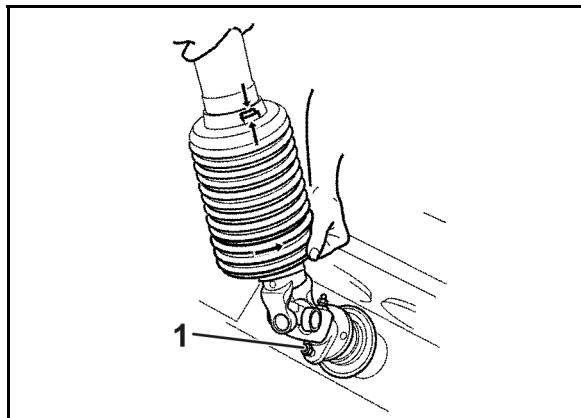

Рис. 89
1. Приведите защитный кожух карданного вала в монтажное положение (Рис. 89).
Входящие в комплект поставки без расфасовки **винты M8 x 30 A2-70** являются **запасными срезными винтами** (Рис. 89/1) для крепления насадной вилки карданного вала к фланцу первичного вала редуктора. Устанавливайте карданный вал на первичный вал редуктора со смазкой.